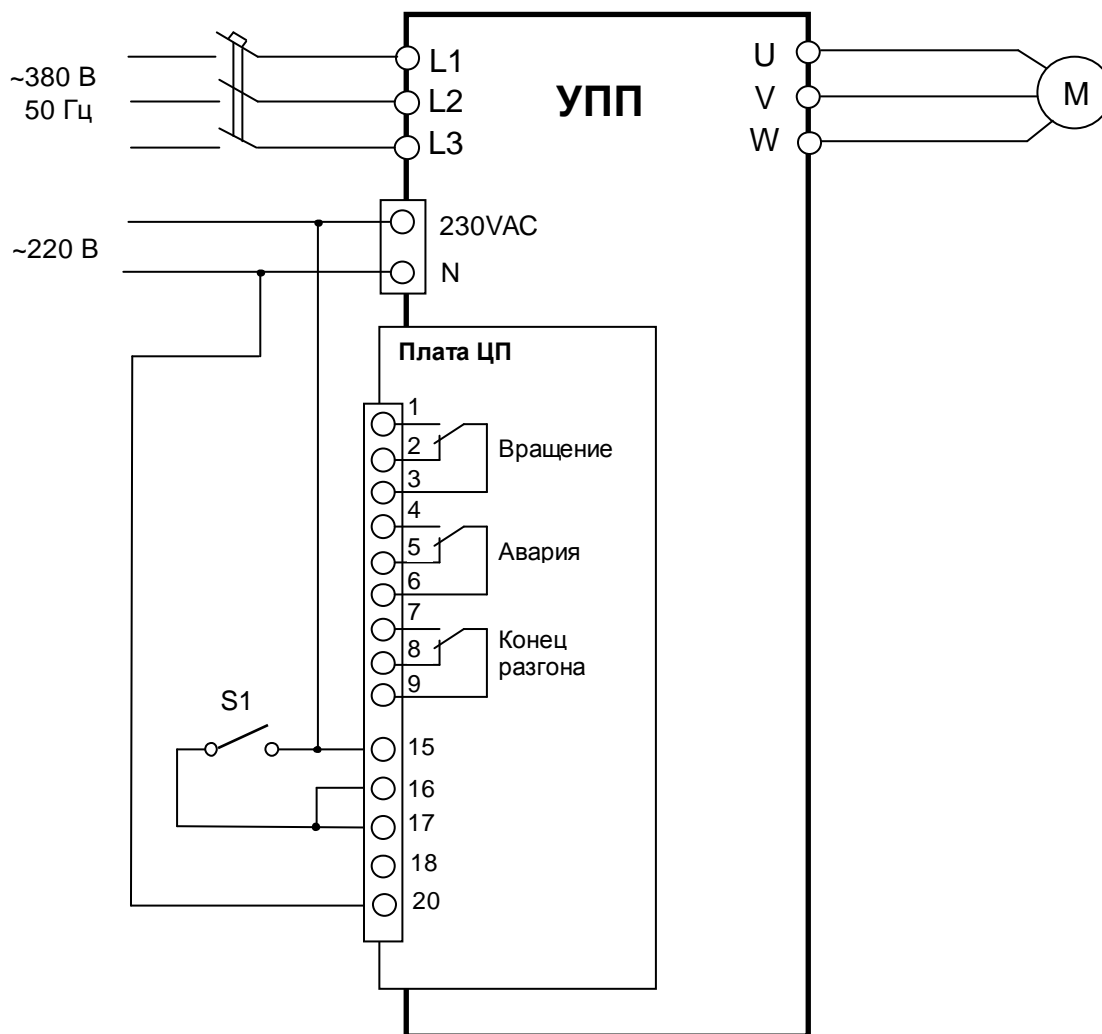

Рис. 4.7. Подключение УПП к сети
4.8.2. Выполнить подключение УПП к сети согласно рис. 4.7. Мощность электродвигателя на данном этапе может быть меньше номинальной мощности УПП.
4.10.1. Подать напряжение ~380В и ~220В (рис. 4.7).
4.11.1. Подать напряжение ~380В и ~220В (рис. 4.7).